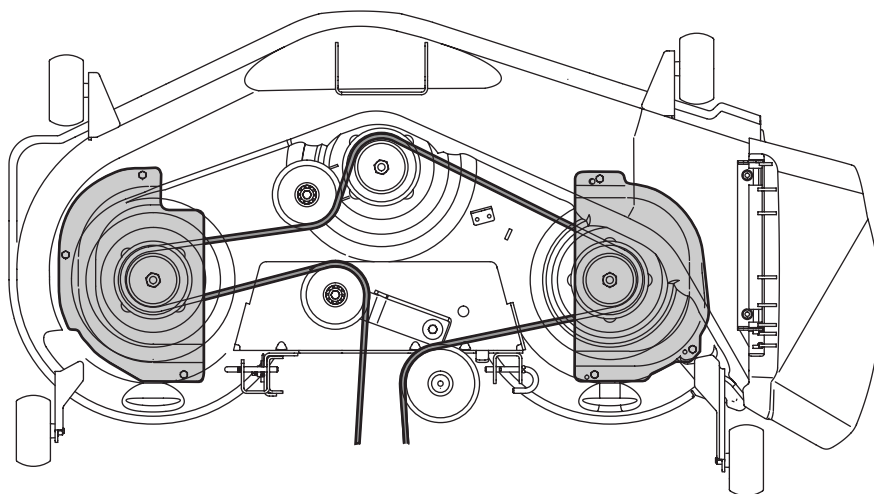

Figura 7-6
- Retire los tornillos autorroscantes hexagonales que fijan las cubiertas de la correa a la plataforma y retire la correa de las poleas del husillo. Vea la Figura 7-6.
- Instale la nueva correa alrededor de las poleas del husillo tal como se muestra en la Figura 7-6 y vuelva a instalar las cubiertas de la correa.